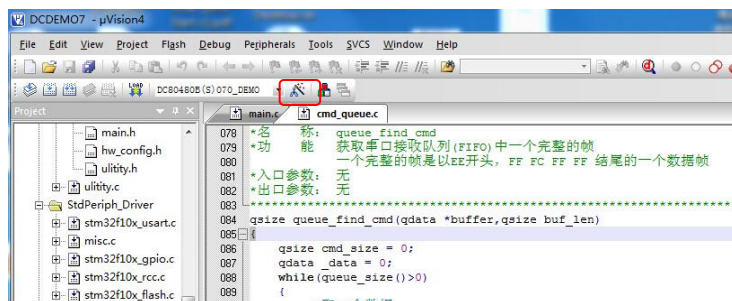
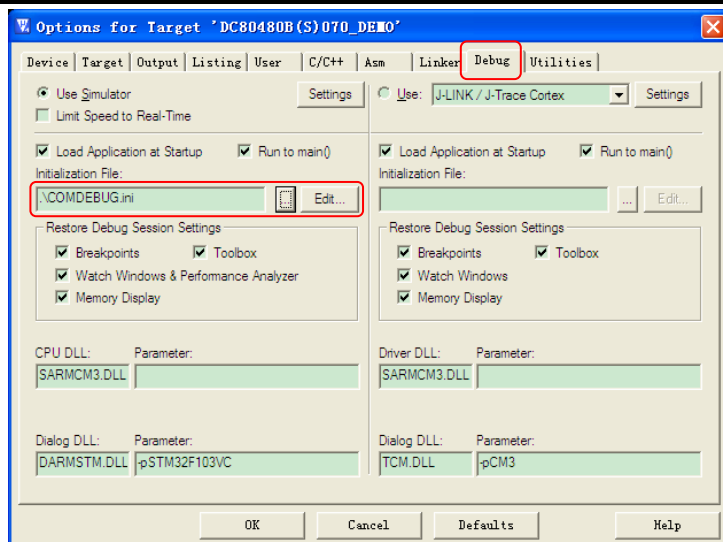

图 1.14 进入配置选项
图 1.15 导入初始化文件
2. 设置加载文件。打开 Keil 软件，点击配置选型，如图 1.14 所示，在弹出的窗口中，选择 Debug，将初始化文件选择 COMDEBUG.ini，如图 1.15 所示。